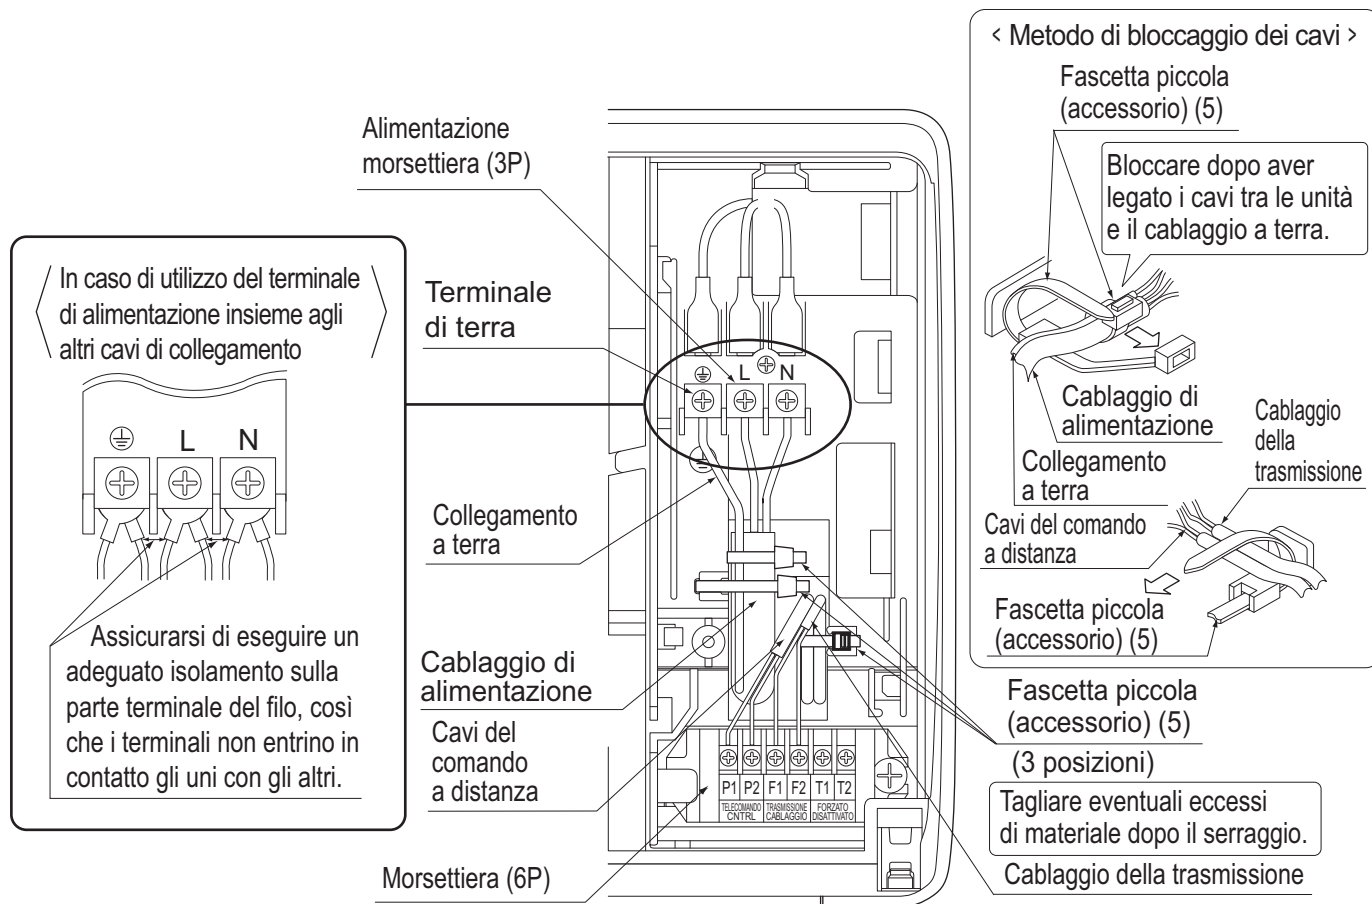

Fig. 21
(Fare riferimento alla Fig. 21)
Nell'effettuare quest'operazione, assicurare i cablaggi del telecomando e di trasmissione mediante il materiale di fissaggio (piccolo) in dotazione (5), quindi fissarli saldamente con il materiale di fissaggio (piccolo) in dotazione (5), come mostrato nella figura. **(Fare riferimento alla Fig. 21)**